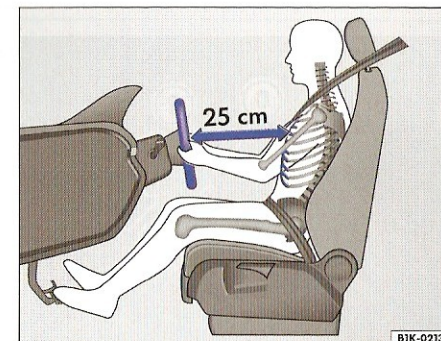

Fig. 76 Imagine de referință: Distanța conducătorului auto față de volan trebuie să fie de cel puțin 25 cm.
- Reglați volanul în poziția dorită ⇒ fig. 76.
- Maneta trebuie (A) să fie fixată bine în sus, în timpul deplasării - pericol de accident!
- Reglați scaunul conducătorului auto astfel încât distanța dintre volan și torace să fie de cel puțin 25 cm. ⇒ fig. 76. Dacă nu se respectă această distanță, sistemul airbag nu își poate exercita eficiența maximă – pericol de moarte!